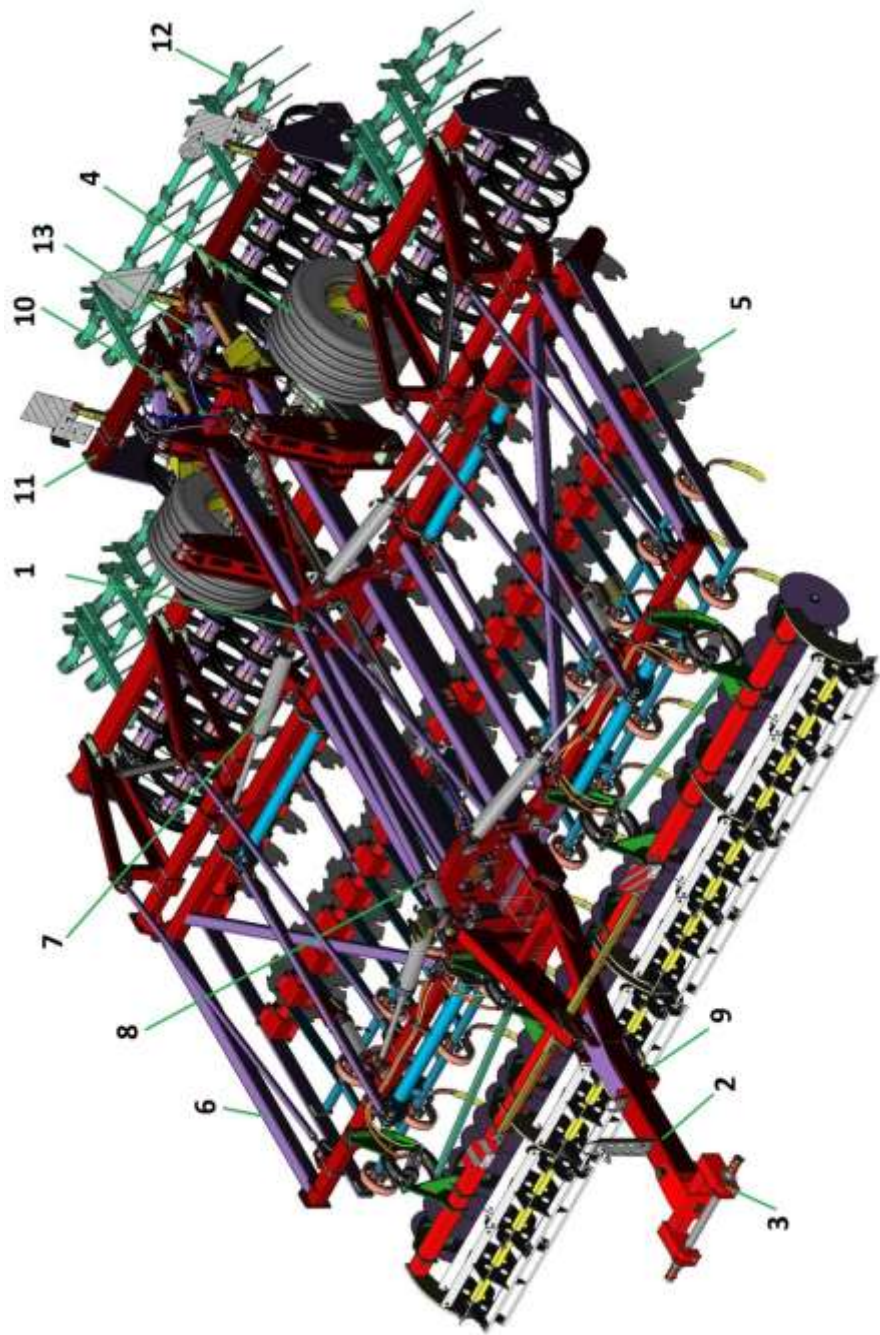

Рисунок 1 – Общий вид культиватора АКП-6 в рабочем положении
3.1 Агрегат является машиной с секционным расположением рабочих органов. Состоит из несущей рамы 1 (рис.1), сниги 2 с прицепным устройством 3, колесного хода 4, двух крыльев 5 и 6 с рабочими органами и гидросистемы.